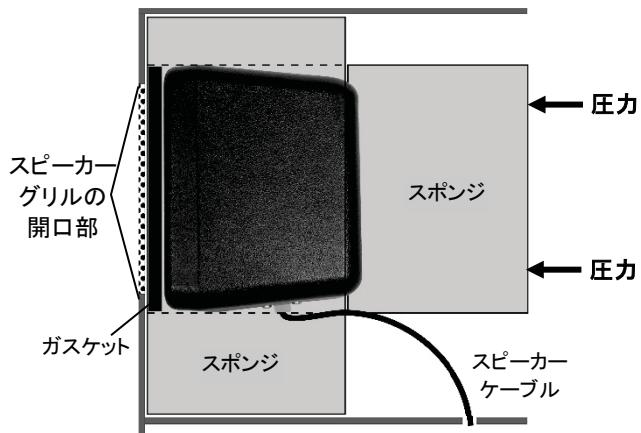

図 18 スピーカーポスト、メニューボードまたはエンクロージャの中の SP10
- 図 18 に示されるように、マイクの前面にウインドウスクリーンを置き、スピーカーグリルをすべてカバーできるように設置します。
- 図 18 に示されるように、スポンジエンクロージャに入ったマイクをコンパートメントに入れ、マイクのウインドウスクリーン前面が金属部分と水平になり、グリルの中央に来るようになります。